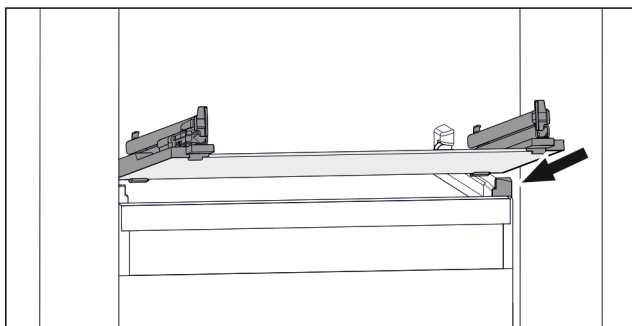

Fig. 31 Příklad znázornění skleněné desky
- ▶ Nasadte skleněnou desku šikmo za zarážky. (viz Fig. 31)